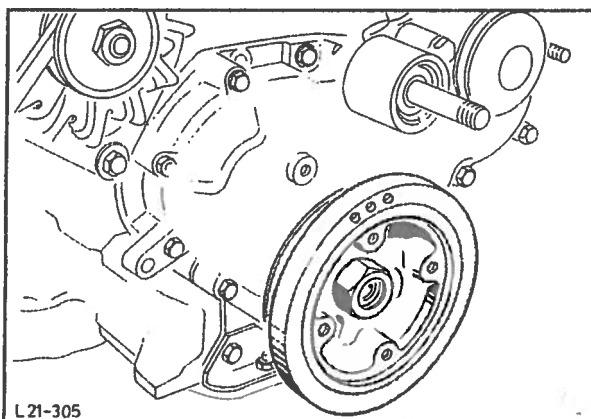

Fig. 94 Demontering av veivakselens remskive.
5. Skru av viftens remskive med clutch og vifte (1 mutter) og hold fast clutchens remskive ved bruk av en vanlig filternøkkel. Demonter veivakselens remskive (1 mutter) og kile, fig. 94. Bruk spesialverktøy 21-018 for å holde fast veivakselen.